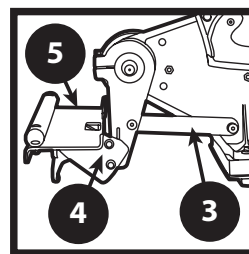

FIGURE 7
5. À l'aide d'une clé de 7/16 po et d'une clé Allen de 5/32 po, retirer le boulon et fixer la barre de support au bras de support de la table (Figure 7).
7. À l'aide d'une clé Allen de 3/16 po, retirer les deux vis du bloc de montage du bras de support de la table et fixer la table de support de lames de tondeuse et serrer solidement en s'assurant de placer la rondelle sur la partie externe du support sur la table de support de lames de tondeuse. (Figure 7).